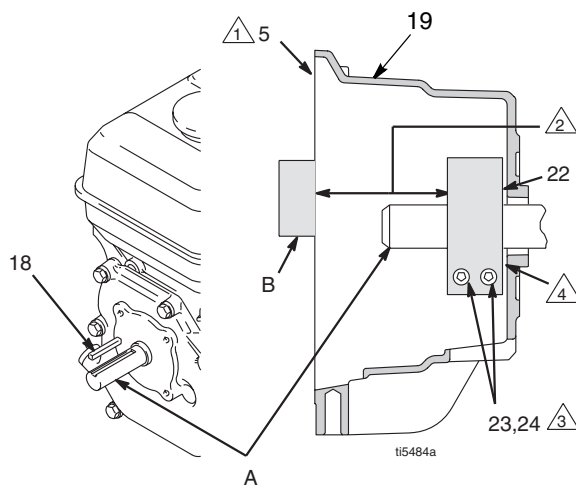

Рис. 10
4. Рис. 10. Ослабьте два болта (24) на зажиме (22),
5. Вставьте отвертку в паз зажима (22) и снимите зажим.
1. Рис. 10. Установите шпонку вала мотора (18)
2. Легонько постукивая, вгоните зажим (22) в шпонку вала мотора (А). Придерживайтесь размеров, показанных в примечании 2. Фаска должна быть обращена к мотору.